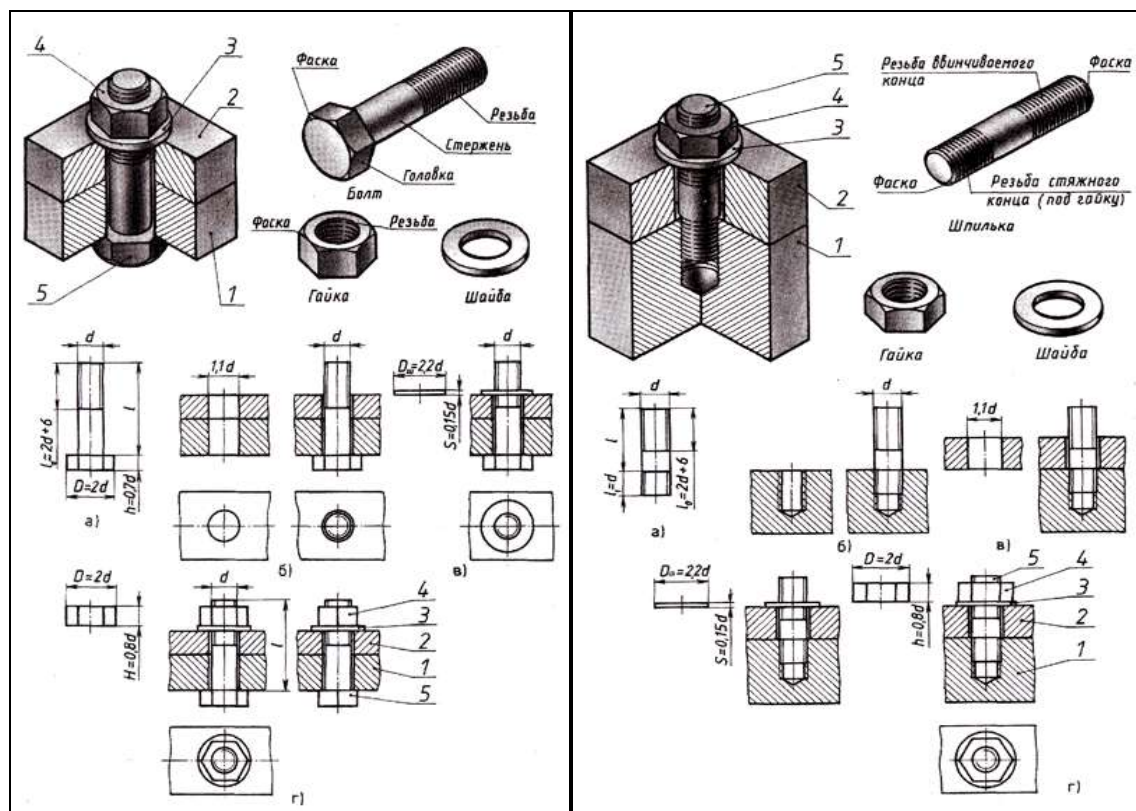

Рис.38,б Соединение болтом и шпилькой
3. **Соединение деталей шпилькой** применяют тогда, когда в одной из соединяемых деталей в связи с её реконструктивными особенностями нельзя или нецелесообразно сверлить сквозные отверстия. В соединение шпилькой входят: шпилька, шайба и гайка (рис.38,б).
Остальные размеры шпильчного соединения рассчитывают по приведенным условным соотношениям (рис.38,а)